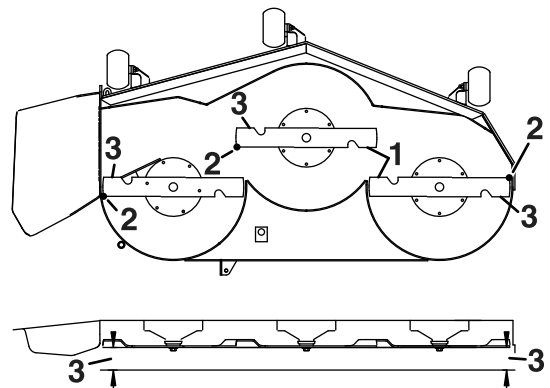

Figure 62
5. Mesurez la distance entre les tranchants extérieurs et le sol plat (Figure 62).